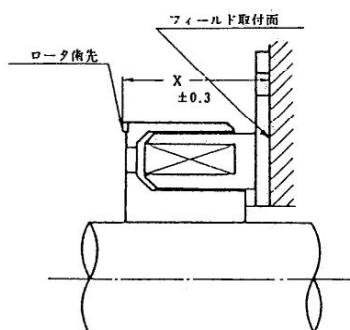

図 4
- ⑤フィールドとロータの取り付けは図4のようにフィールド取付面よりロータ歯先までの寸法公差は ± 0.3 以内になるように組み立ててください。